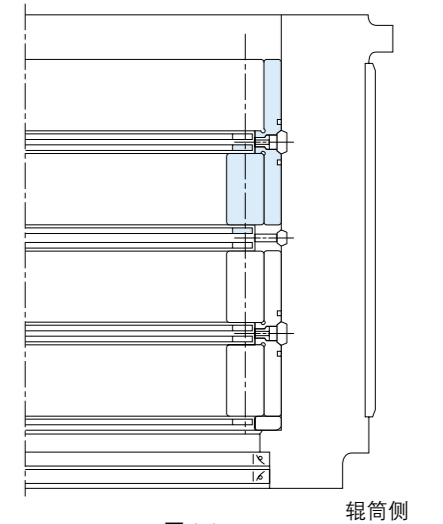
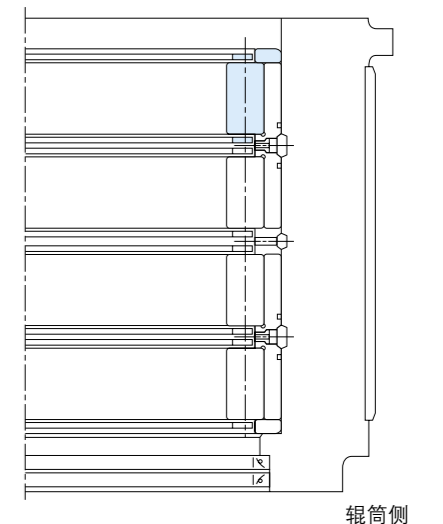

图 3.25
图 3.26
- (10) 给配合代号 C、D 的外圈端面、C 列滚子保持架的滚子滚动面及两个端面涂抹润滑剂。
- (11) 让 C 列滚子保持架的标记面朝下，套上配合代号 C 面朝下的外圈，将专用吊环螺栓装进保持架的 4 个螺孔吊起，对好承载位置代号轻轻装入（如果外圈倾斜无法转动，则用黄铜棒轻敲加以矫正，见图 3.25）。
- (12) 给 D 列滚子保持架的滚子滚动面及两个端面涂抹润滑剂。
- (13) 给平挡圈全面涂抹润滑剂。
- (14) 让 D 列滚子保持架的标记面朝上，套上标记面朝上的平挡圈，将专用吊环螺栓装进保持架的 4 个螺孔，稳稳装入（见图 3.26）。
- (15) 安装（拆卸）压盖